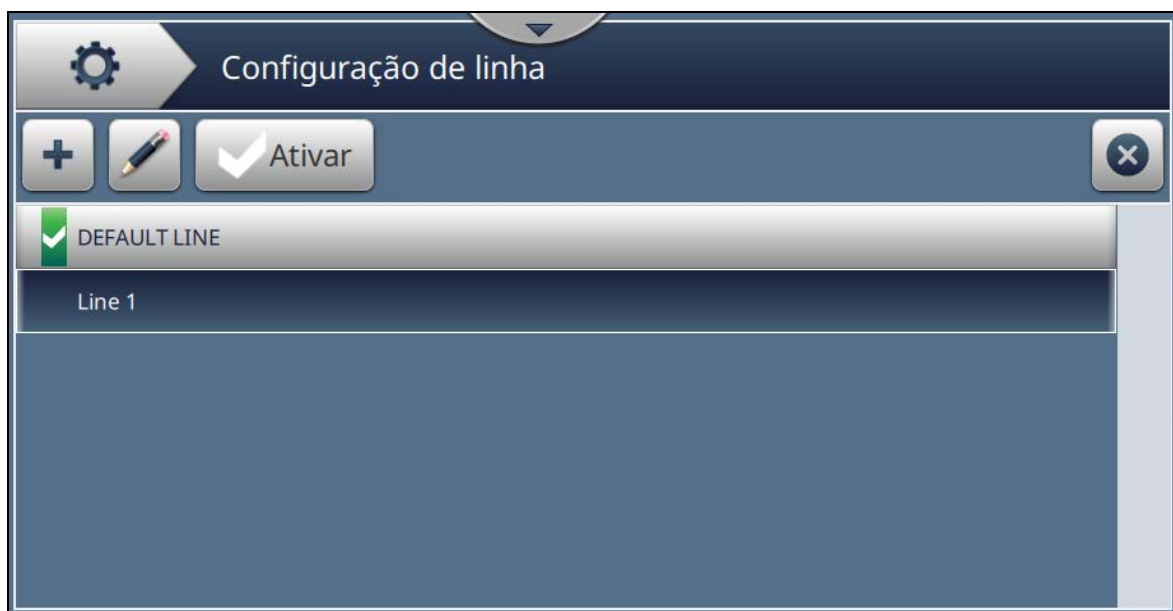

Figura 6-5: Definição de linha
1. Toque o botão  na tela Ferramentas. A tela Definição de linha é aberta, como mostra a Figura 6-5.